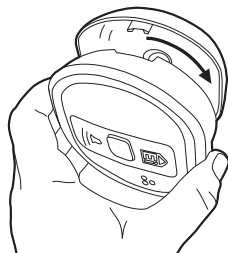

Abbildung 4
7. Warnmelder vorsichtig auf dem Sockel ausrichten, leicht andrücken & drehen – siehe Abbildung 4. (Hierdurch werden die Batterien aktiviert. Die rote, gelbe und grüne LED blinken unmittelbar der Reihe nach auf, um zu signalisieren, dass sie funktionieren. Bei Modellen mit LCD-Anzeige leuchten die Symbole kurz auf der Anzeige auf.